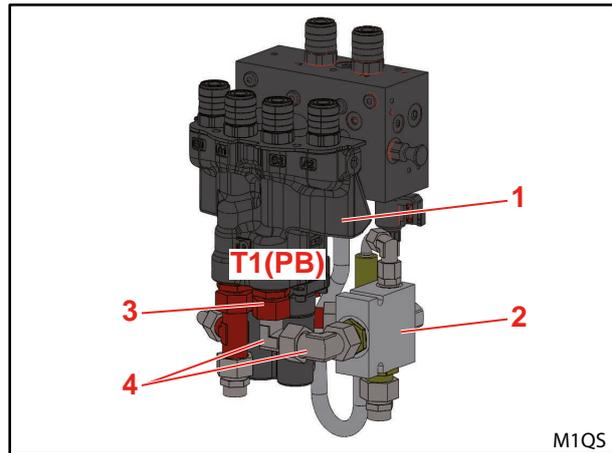

Fig. 9 Montage de la balance de pression
- (1) Monter sur chacun des raccords P, T et T1 (PB) de la vanne proportionnelle 1 manchon vissé droit avec écrou-raccord (voir également Fig. 9).